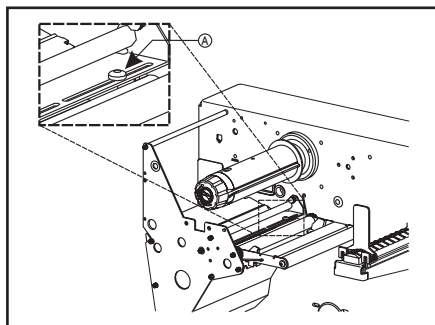

Figura 12
1. Quite la cinta. Localice el detector superior del papel (Figura 12-A).